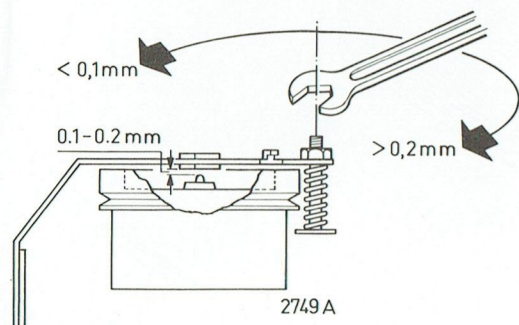

Fig. 3
4. Réglage de l'étrier de volant 503, fig. 3
4. Einstellen des Schwungradbügels 503, Abb. 3
4. Regolazione della staffa del volano 503, fig. 3.